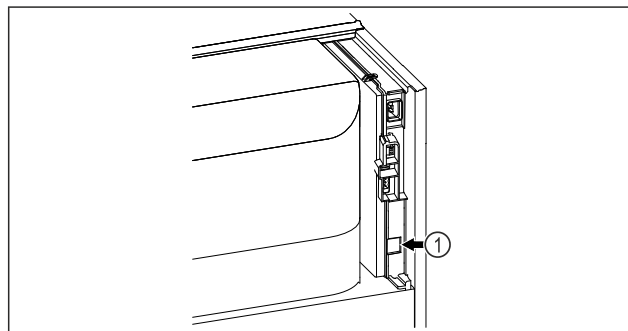

Fig. 88
- ❑ SmartModule Fig. 88 (1) ist eingesetzt.